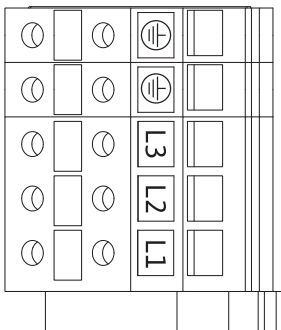

Fig. 22: Przyłączeniowe zaciski sieciowe
- Przyłączeniowe zaciski sieciowe (Fig. 22)